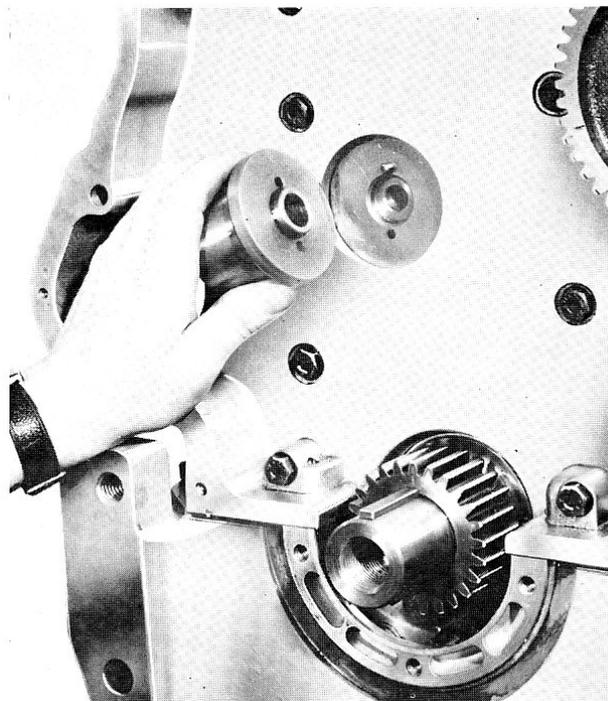

Fig. 20
- 1° Si le moyeu du pignon intermédiaire a été déposé, le mettre en place en faisant pénétrer le pied de centrage dans le trou percé de part en part, du moyeu (fig. 20).